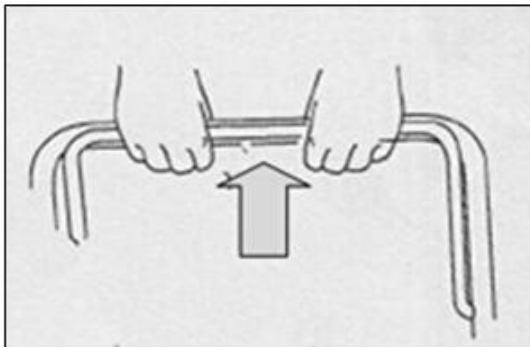

Fig 2A
b) De pie detrás de la unidad, tome la manija de control del freno y sosténgala contra la manija superior (Fig. 2A)